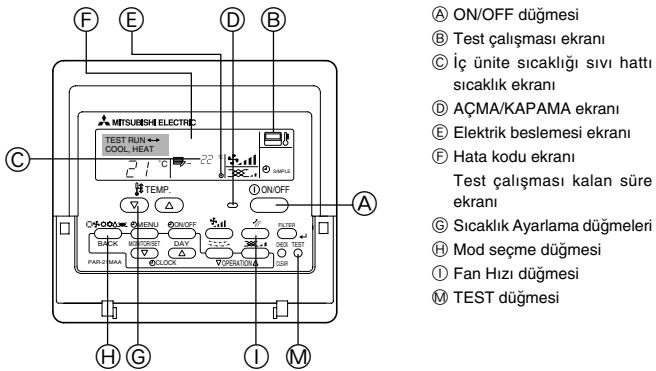

Fig. 7-1
7.2.1. Kablolu uzaktan kumanda kullanarak (Fig. 7-1)
- ① Elektrik şalterini çalışma denemesinden en az 12 saat önce açın.
- ② [TEST] düğmesine iki kere basın. ➔ "TEST RUN" LCD ekranı
- ③ [Mode selection] (mod seçimi) düğmesine basın. ➔ Dışarıya hava üflendiğinden emin olun.
- ④ [Mode selection] (mod seçimi) düğmesine basın ve soğutma (ya da ısıtma) moduna geçin. ➔ Dışarıya soğuk (veya sıcak) hava üflendiğinden emin olun.
- ⑤ [Fan speed] (rüzgar hızı) düğmesine basın. ➔ Rüzgar hızının devreye girdiğinden emin olun.
- ⑥ Dış ünite fanının çalışmasını kontrol edin.
- ⑦ [ON/OFF] (açma/kapatma) düğmesine basarak çalışma denemesini kaldırın. ➔ Durdur
- ⑧ Bir telefon numarası kayedin.